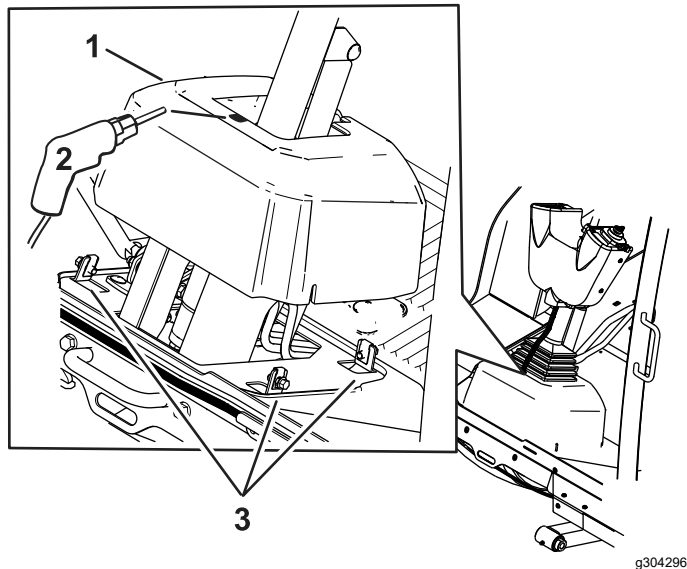

Figura 8
8. Afloje los pernos alrededor de la base de la columna de dirección (Figura 8).
9. Levante la base y perfore un orificio de 22 mm (7/8"), como se muestra en la Figura 8.